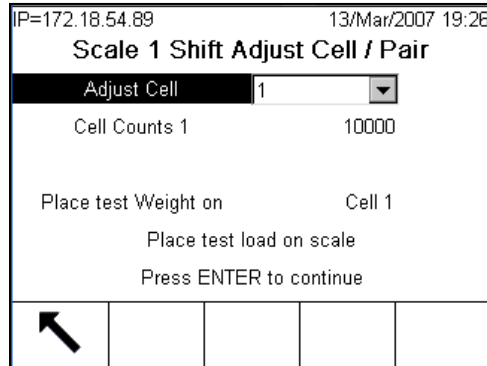

Figure 3-23 : Ajuster le décalage capteur/paire
5. L'écran affiche ensuite les Comptages du capteur 1. Une invite à l'écran s'affiche (Figure 3-23) :